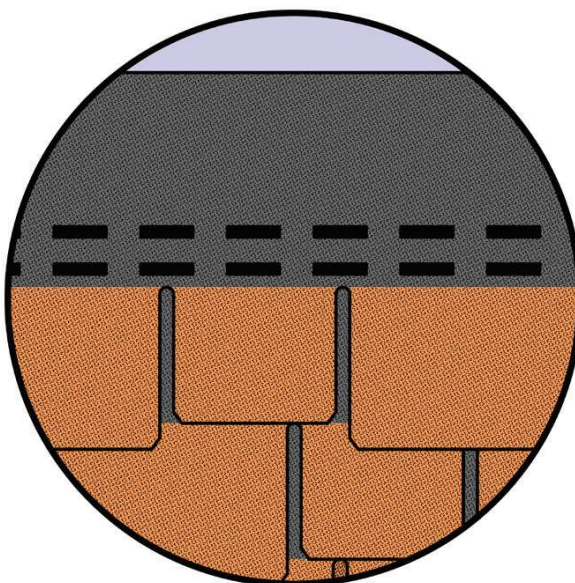

Рис. 7. Схема смещения гонтов по вертикали.
- 3.6 Смещение по вертикали необходимо устраивать так, чтобы нижняя граница короткого лепестка находилась вровень с вырезом предыдущего ряда (см. рис. 7)